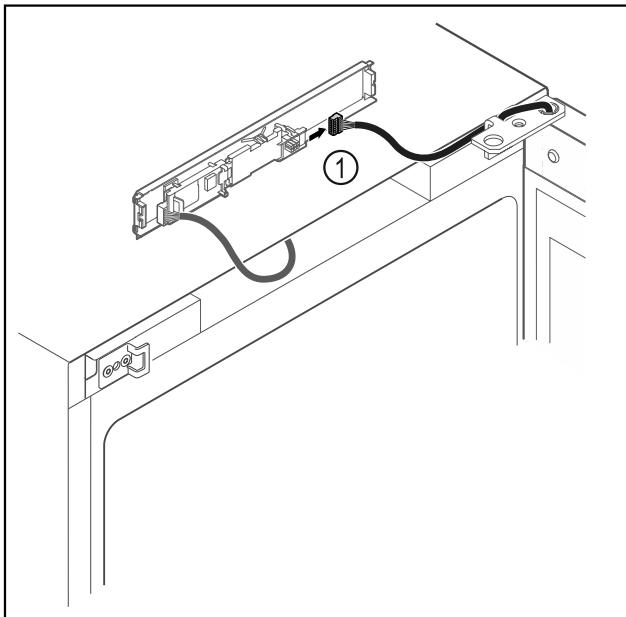

Fig. 14
- Odvojite utikač Fig. 14 (1) od tiskane pločice.